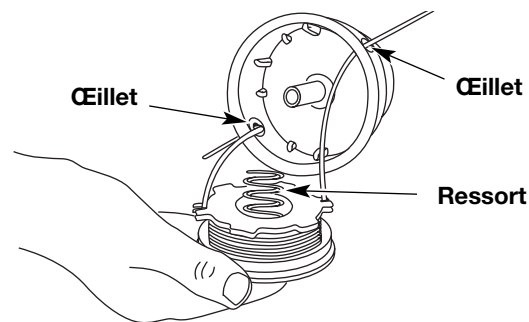

Fig. 21
- Insérez les extrémités du fil dans les œillets de la bobine extérieure et placez le moulinet et le ressort dans la bobine (Fig. 21). Enfoncez le moulinet et la bobine ensemble. Tout en tenant le moulinet et la bobine, saisissez les extrémités et tirez
- Insérez les extrémités du fil dans les œillets de la bobine extérieure (Fig. 21).